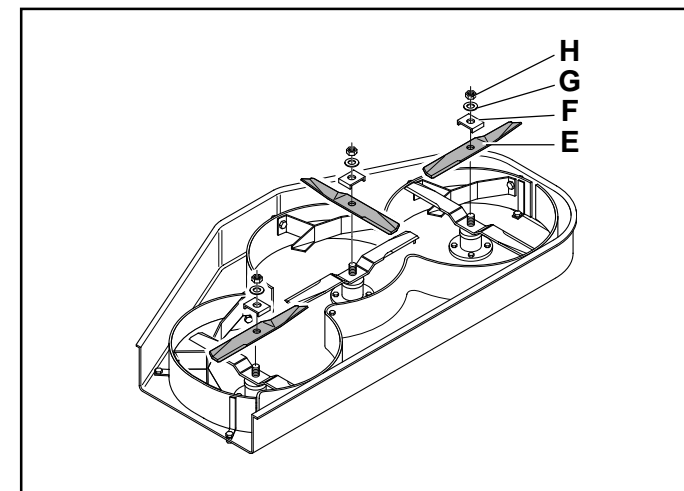

Fig. 11
Svitare i dadi M18 delle lame, inserire le lame (E) posizionandole nel modo indicato (Fig. 11) su quelle esistenti, inserire le piastrine (F), le rondelle (G) e i dadi (H), serrandoli con una coppia di 175 Nm e piegare gli angoli delle piastrine sui dadi per evitare l'allentamento degli stessi durante il lavoro.
Unscrew the M18 nuts of the blades and insert blades (E) on the already existing ones as indicated (Fig. 11). Insert the plates (F), the washers (G) and the nuts (H), tighten to a 175 Nm driving torque and bend the corners of the plates over the nuts to prevent them from working loose during work.
Die Muttern M18 der Messer losschrauben, die Messer (E) einbauen und sie wie gezeigt (Abb. 11) auf den bereits vorhandenen anordnen, die Plättchen (F); die Unterscheiben (G) und die Muttern (H) einfügen und mit einem Anzugsmoment von 175 Nm anziehen. Die Ecken der Plättchen auf die Muttern umbiegen, um die Lockern der Muttern während der Arbeit zu vermeiden.
Dévisser les écrous M18 des lames, introduire les lames (E) en les plaçant de la manière indiquée (Fig.11) sur celles existantes, mettre en place les plaquettes (F), les rondelles (G) et les écrous (H) en les serrant à un couple de 175 Nm et plier les angles des plaquettes sur les écrous pour éviter leur desserrage pendant le travail.
Alojar las tuercas M18 de las cuchillas, colocar las cuchillas (E) como se indica (Fig.11) sobre las otras, poner las placas (F), las arandelas (G) y las tuercas (H), apretándolas con un par de 175 Nm, y doblar los ángulos de las placas sobre las tuercas para evitar que se aflojen durante el trabajo.